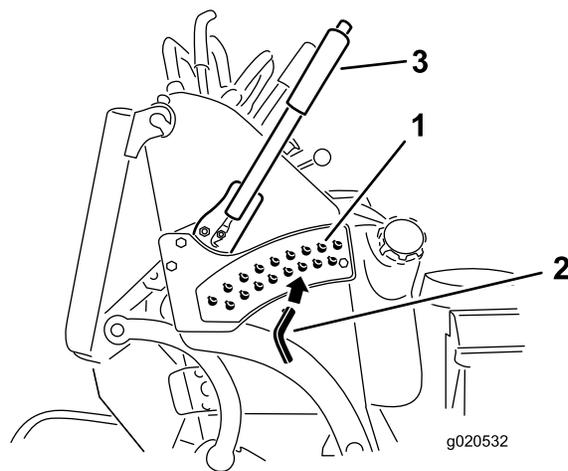

図 27
3. 刈り高ブラケットについている穴から、希望する刈り高に対応する穴を見つけ、その穴にピンを通す（図 27）。
4. 上部についているボタンを押して刈り高レバーをピンまで下げる（図 27）。